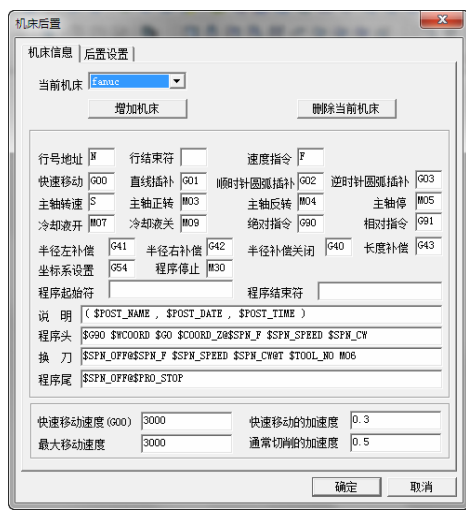

图 8-113 “机床后置”对话框
- 1) 选择“加工”→“后置处理”→“机床后置”命令，弹出“机床后置”对话框，在“当前机床”栏中选择“fanuc”，如图 8-113 所示。